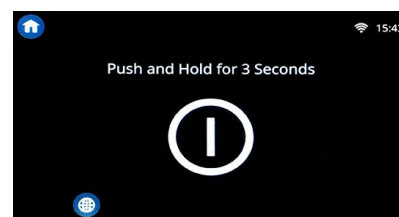

Figure 2
- Appuyer sur la touche  pour éteindre la friteuse (voir Figure 2) et placer les couvercles sur les cuves.
Cette friteuse est équipée d'un écran tactile de commande (voir Figure 2). Consulter le manuel de l'écran de commande pour connaître les procédures de programmation et d'utilisation.